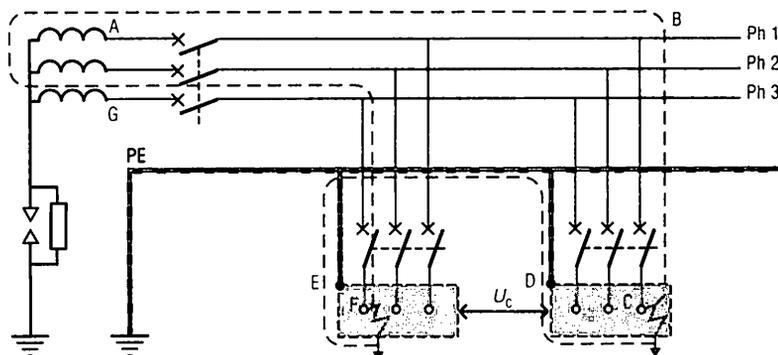

Fig. 9 : Cas de deux défauts différents ou défaut double.
Exemple : soit la distribution alimentant deux départs (fig. 9) avec un défaut sur la phase 1, l'autre sur la phase 3.
2. Étant donné le schéma de la figure 9 page 41, montrant le déclenchement au deuxième défaut, calculez le courant de défaut I_d et la tension de contact U_c dans le cas de la boucle A, B, C, D, E, F, G. On prendra le cas d'un réseau $U' = 400$ V et l'impédance de la boucle de défaut $Z_s = 0,135 \Omega$.